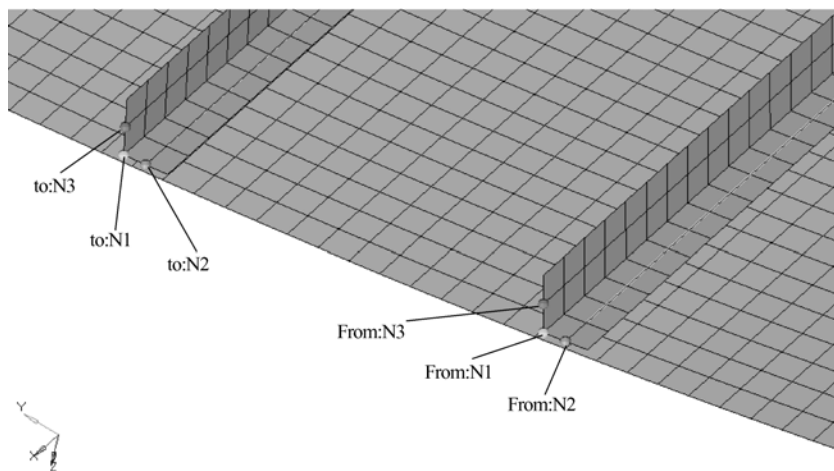

图 7-107 复制单元
(4) 网格划分后，进入 tool > position 面板，将创建的 1D 单元复制并移动到新的位置，如图 7-106 和图 7-107 所示。
单击 elems，选择方式选择 by collectors，并选择 stringer_skin_point，再次单击 elems，选择 duplicate，复制单元到 current component，from 节点与 to 节点选择如图 7-107 所示。